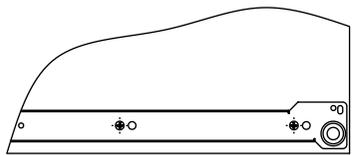

Рис.1
1. При помощи шурупов 3,5x16 установить направляющие длиной 350 мм на боковины 2, 3. **Внимание:** данные направляющие закрепляются во вторые (большие) отверстия (Рис. 1).